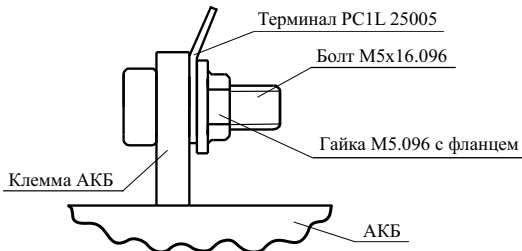

Рисунок 2
- Подключение источника к АКБ 17 А·ч производится через терминал (рисунок 2), входящий в комплектность источника.